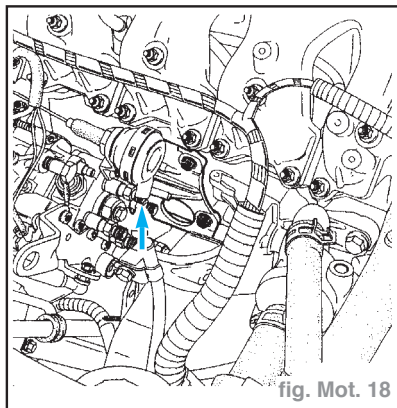

fig. Mot. 18
- Pour réaliser le réglage du ralenti accéléré (version conditionnement d'air) il suffit d'ouvrir le circuit pneumatique, par exemple en débranchant la capsule (fig. Mot. 18).
- Vérifier que le levier de ralenti séparé (1) soit en appui sur la vis de ralenti (3) (fig. Mot. 18).
- Câble tendu. positionner le serre-câble à $5\text{ mm} \pm 1$ ($2\text{ mm} \pm 1$ pour véhicule muni de l'air conditionné) du levier de ralenti séparé (1).